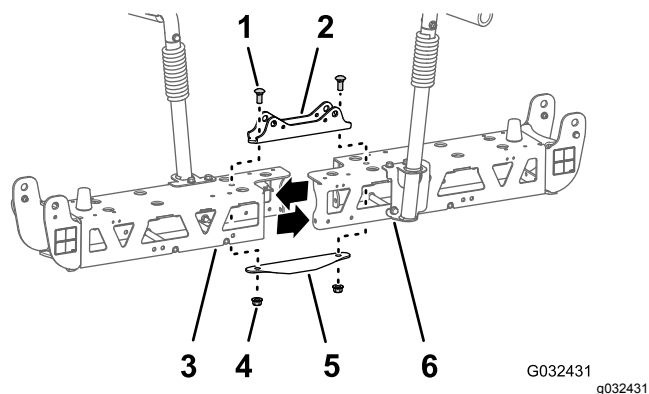

Figura 75
2. Retire os 2 parafusos de carroçaria (1/2 x 1-1/4 pol.) e as 2 porcas de bloqueio (1/2 pol.) que prendem a montagem do cilindro estreita, as estruturas de armação esquerda e direita e a placa de ancoragem estreita (Figura 75).